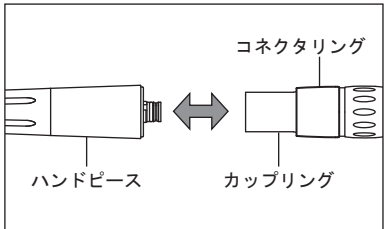

図 2
- 1) ハンドピースをカップリングに真っ直ぐ挿し込みます。（図2）